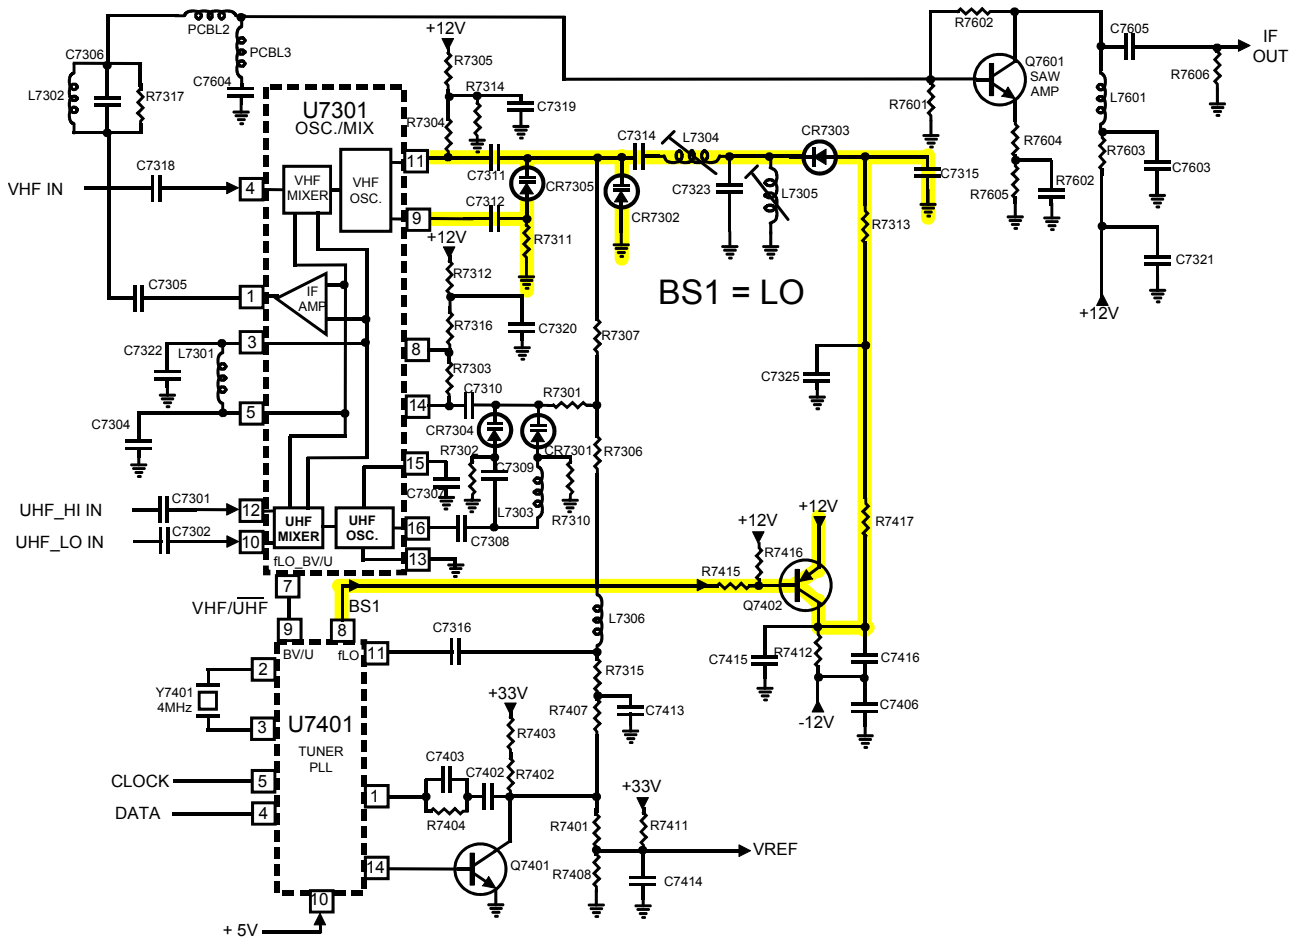

Figura 22, Oscilador local (U7401-8=LO)
La terminal 8 se ajusta a un nivel bajo (LO) para canales de cable del 7-13 y 18-125. Esto hace conducir al Q7402 permitiendo que el emisor sea conmutado a una fuente de 12V. Esto polariza directamente al CR7303 que a su vez suprime del circuito al L7305 y C7323, conmutando en su lugar al C7315. Esto eleva la frecuencia del circuito tanque para canales de VHF más alta, figura 22.